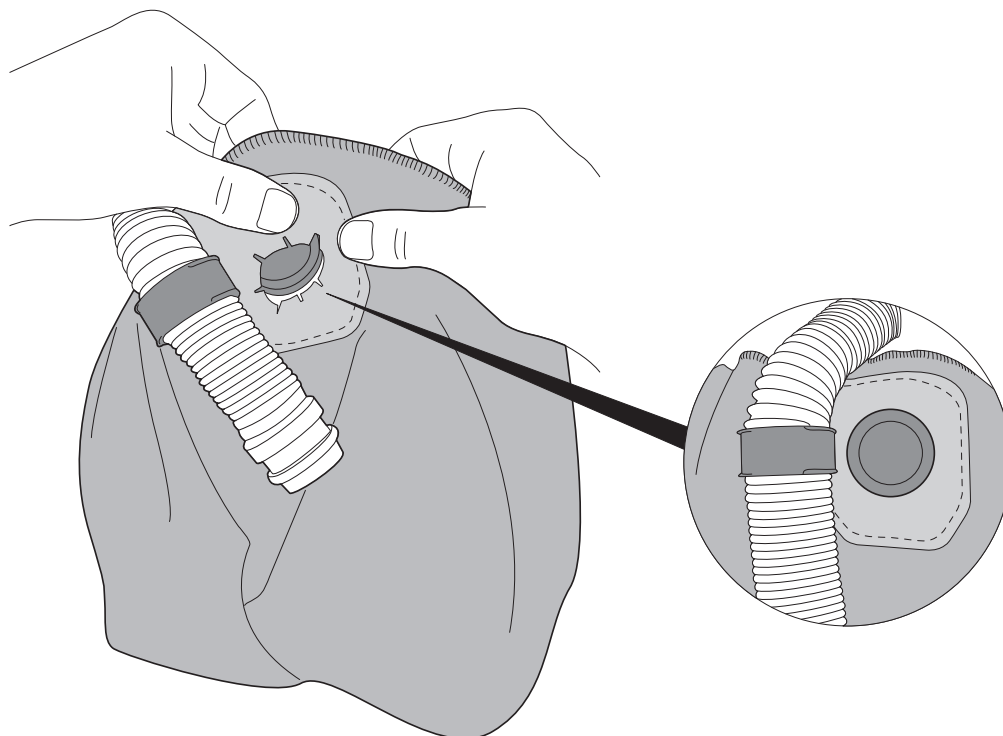

Fig. 18e
d. Pousser le bouton à cliquet de la coiffe dans le trou circulaire à l'arrière de la cagoule (Fig. 18e).